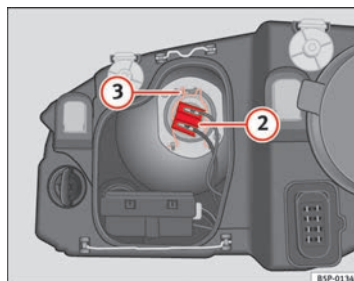

Fig. 184 Luz de cruce
- Extraiga el conector ⇒ fig. 184 ② de la lámpara.
- Desenganche el resorte retentor ⇒ fig. 184 ③ presionándolo hacia dentro y a la derecha.